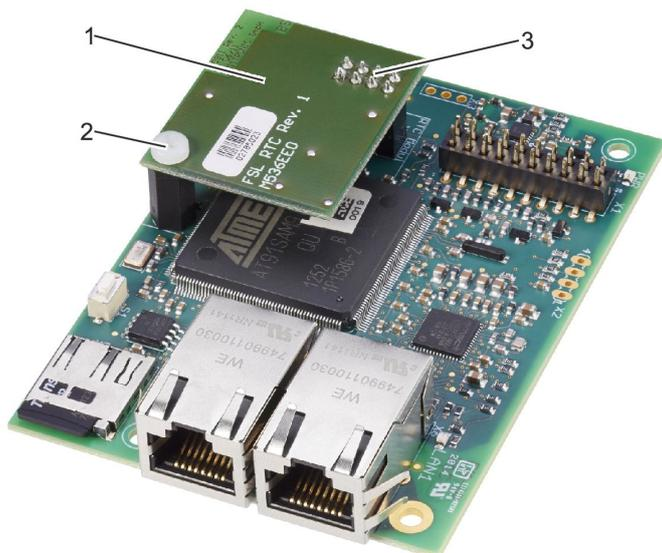

Abb. 47: RTC-Modul demontieren
2. ▶ Befestigungsschraube (Abb. 47/2) des RTC-Moduls (Abb. 47/1) entfernen.